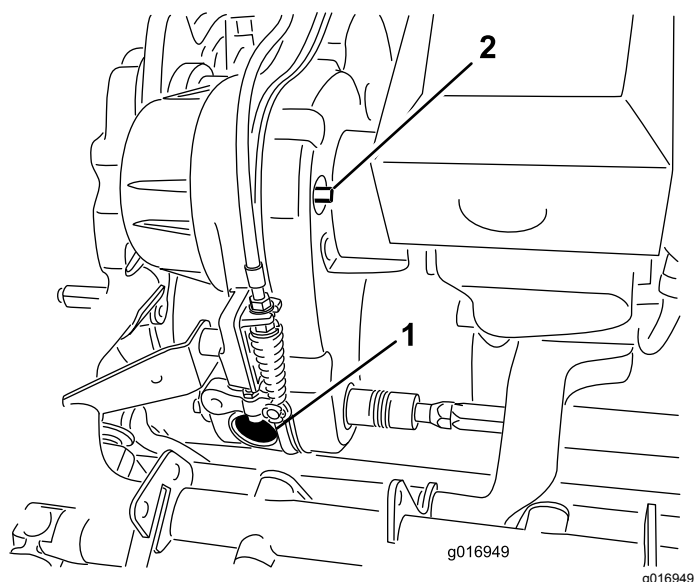
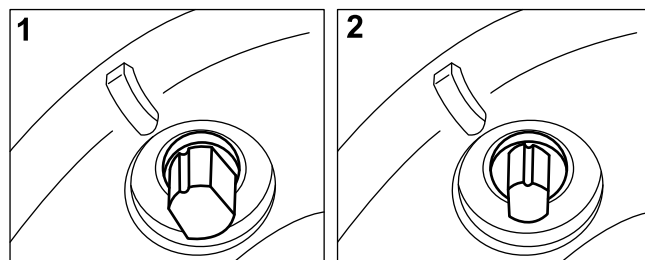

Figura 46
Figura 47
Retire a tampa de borracha (Figura 46) do orifício na parte da frente da transmissão para fazer a inspeção visual da embraiagem do cilindro ao fazer ajustes.
A correia de transmissão é apertada por uma polia intermédia de mola. Se a tensão da correia tiver de ser engatada/desengatada, utilize uma chave de aperto de 10 mm ($\frac{3}{8}$ pol.) para rodar o eixo de engate/desengate (Figura 46) para a posição desejada. Rodar o eixo $\frac{1}{4}$ de volta (90°) no sentido dos ponteiros do relógio irá desengatar a polia da correia (Figura 47).
- Nota:** Retire a tampa de borracha (Figura 46) do furo na parte da frente da transmissão para ver a embraiagem do cilindro.